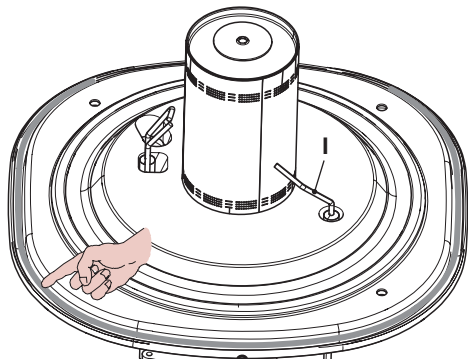
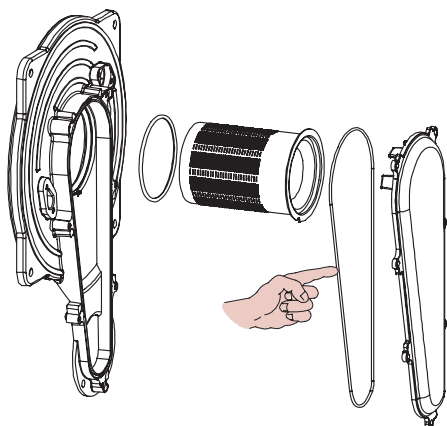

Figura 5.7
Figura 5.8
- La guarnizione in silicone della parete frontale della camera di combustione (Figura 5.7) e la guarnizione del coperchio condotto aria/gas (Figura 5.8) devono essere cambiate se deteriorate e comunque devono essere obbligatoriamente sostituite ogni 2 anni.
- L'elettrodo di rilevazione I in Figura 5.7 funge anche da sensore per il corretto scarico della condensa.